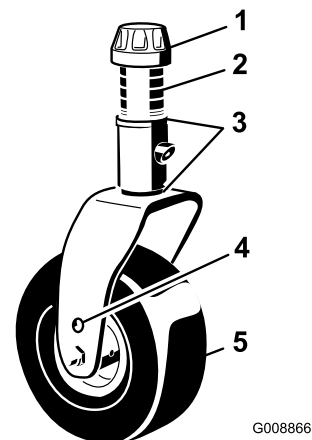

Figura 109
1. Retire tampa de tensionamento do eixo roscado e desloque o fuso para fora do braço da roda giratória (Figura 109).